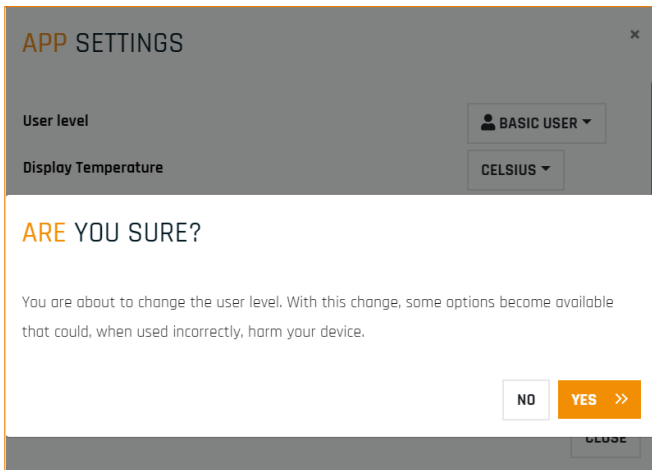

Abbildung 13. Bestätigen Sie den Wechsel der Benutzerebene
- Navigieren Sie zur Seite „Details“ und ändern Sie die Batterie-Knoten-ID der ersten Batterie auf 11 (Abb. 13 und 14).